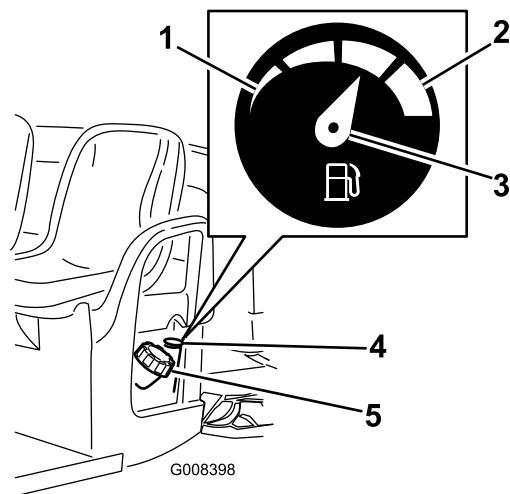

Figura 13
- Limpie la zona alrededor del tapón del depósito de combustible (Figura 13).